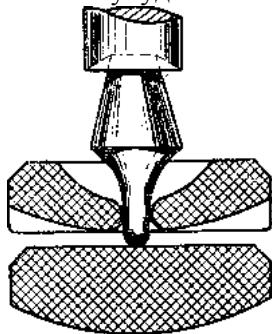

Рис. 9. Цапфа оси баланса, упирающаяся в накладной камень
**Накладки и накладные камни.** Для облегчения работы баланса и уменьшения трения концы цапф осей (пяtkи), выходящие наружу из отверстия сквозного камня, упираются в накладные камни — подпятники (рис. 9), закрепленные в накладках. Нижняя и верхняя накладки с накладными камнями прикреплены винтами к платине и мосту баланса.